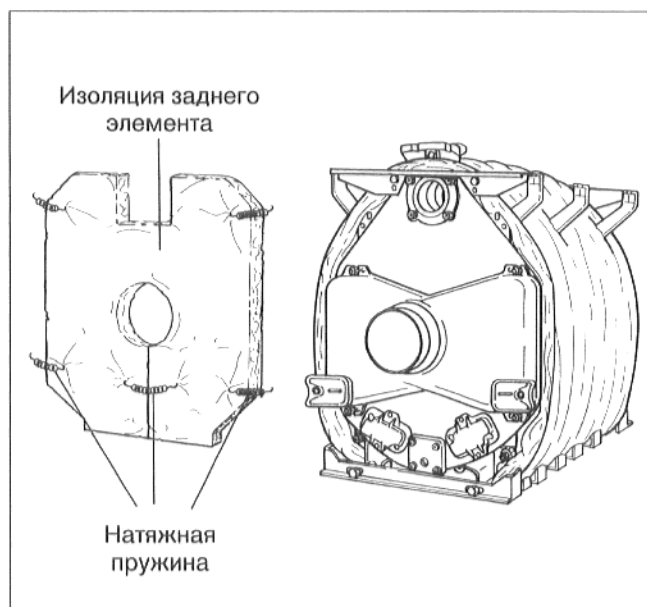

Рис. 34
- Надеть изоляционный элемент для заднего элемента вырезом для возвратной линии котла вверх на патрубок отходящего газа (рис. 34).
- Зацепить изоляционный элемент для заднего элемента четырьмя натяжными пружинами к изоляции блока котла (рис. 34).
- Шлиц под патрубком отходящего газа закрыть натяжной пружиной (рис. 34).